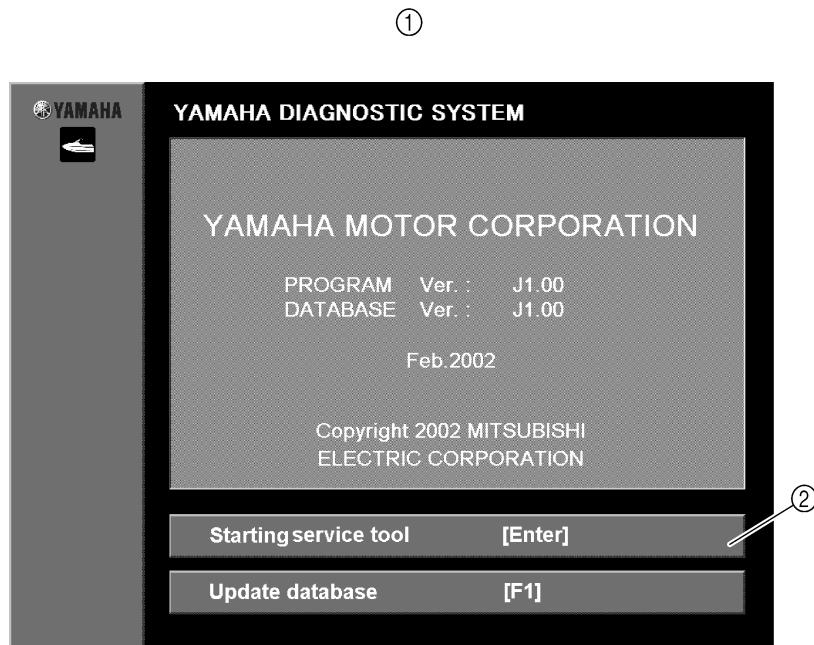

Fig. 21
4. Open the Yamaha Diagnostic System window. (Fig. 20) After about three seconds the display will automatically go to the first menu, or click or press any key to go to the first menu. (See fig. 21.)
4. La fenêtre du système de diagnostic Yamaha s'ouvre (Fig. 20). L'écran du premier menu apparaît dès que l'on appuie sur le bouton de la souris ou sur une touche du clavier. Sinon, il s'affiche automatiquement au bout de trois secondes environ (voir la fig. 21).
4. Öffnen Sie das Fenster des Yamaha Diagnosesystems. (Abb. 20) Nach etwa drei Sekunden erscheint automatisch das erste Menü. Sie können auch auf irgendein Feld oder eine Taste drücken, um zum ersten Menü zu kommen. Siehe Abb. 21.)
4. Abra la ventana del sistema de diagnóstico Yamaha. (Fig. 20) Despues de unos tres segundos, aparece automáticamente el primer menú; también puede hacer clic o pulsar cualquier tecla para ir al primer menú. (Ver fig. 21.)
(Fig. 21)
- ① First menu
② Click to start service tool
5. Cliquer sur le bouton **Starting service tool [Enter]** ou appuyer sur la touche Entrée du clavier (Fig. 21).
① Premier menu
② Cliquer pour lancer l'outil d'entretien
5. Klicken Sie auf das Feld **Starting service tool [Enter]** oder drücken Sie die Enter-Taste auf Ihrer Tastatur. (Abb. 21)
① Erstes Menü
② Klicken Sie zum Starten auf "Service Tool"
5. Haga clic en el botón **Starting service tool [Enter]** o pulse la tecla Intro del teclado. (Fig. 21)
① Primer menú
② Haga clic para iniciar la herramienta de servicio